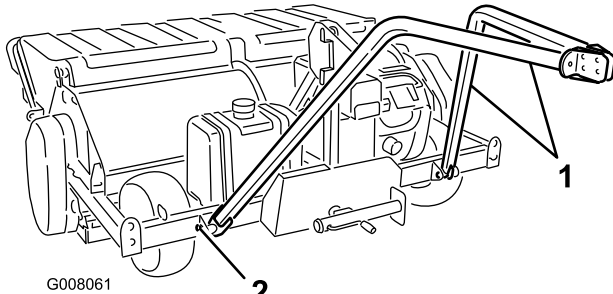

Figura 12
1. Montare un braccio di traino su ogni linguetta nella parte anteriore del Processore Core utilizzando un perno mobile (Figura 12). Fissare i perni mobili ai bracci di traino utilizzando due viti da 3/8 x 1-1/4 pollici e due dadi flangiati. Posizionare i bracci di traino come indicato nella Figura 12.